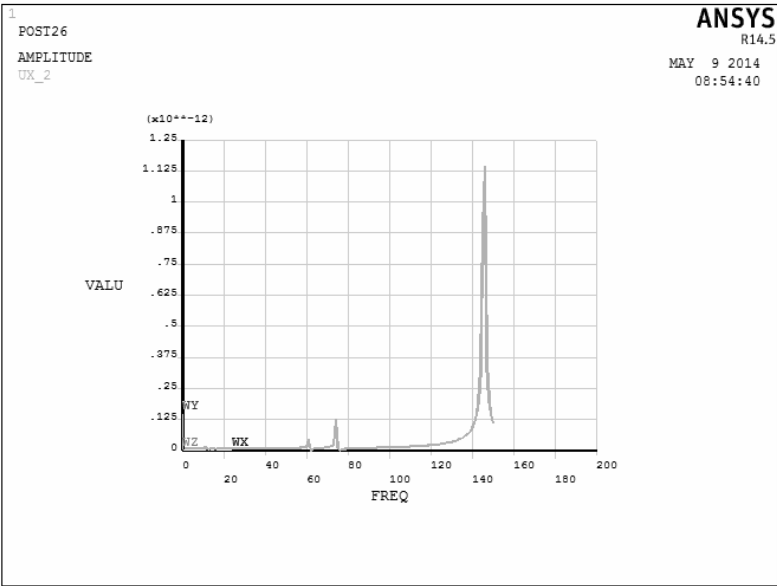

图 7-166 节点的谐响应曲线
6) 在“Variable List”列表中选择要显示的变量 UX_2，单击按钮，即可在图形区显示变量的变化曲线，X 轴为时间变量 Freq，Y 轴为显示的节点 3 的幅值，如图 7-166 所示。由图可见，节点 3 在简谐激励作用下，在频率 61.240Hz、74.140Hz 和 145.56Hz 附近会发生谐振响应共振，这与前面模态分析中的固有频率几乎相同。